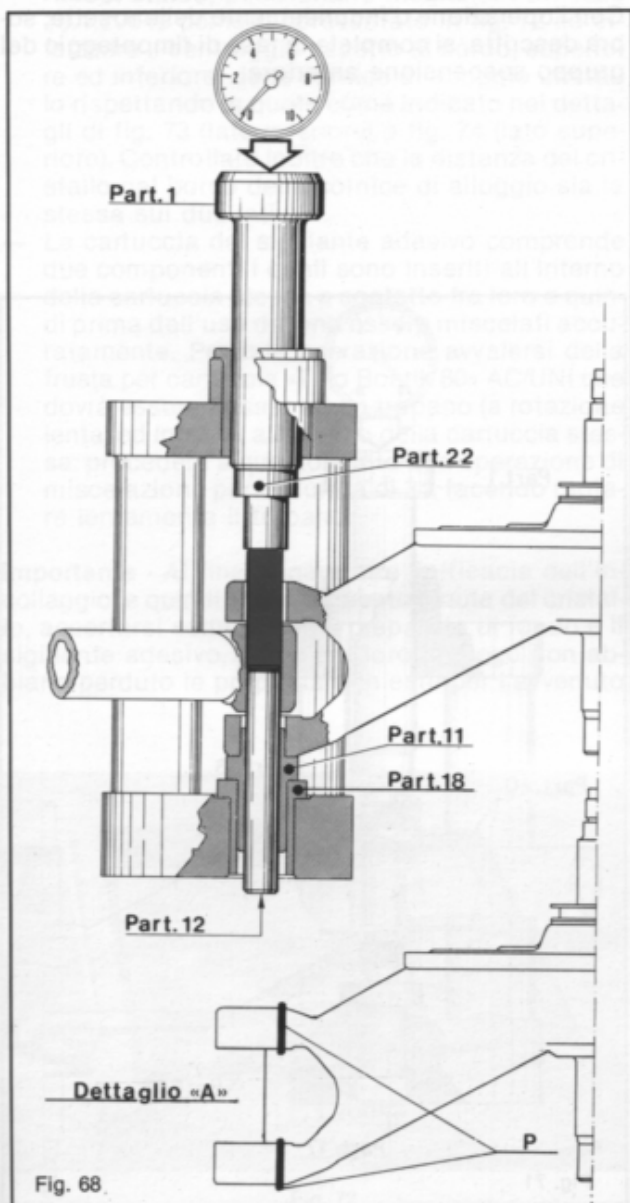

Fig. 69 - Montaggio anelli di tenuta.
- Completato il montaggio dello spinotto, togliere il gruppo dall'attrezzo e introdurre, con leggeri colpi di mazzuolo, i due distanziali part. 20 (ved. fig. 69).
**Avvertenza** - Il montaggio dei distanziali deve essere effettuato verificando di mantenere concentricità e distanziamento, rispetto allo spinotto, come illustrato in pianta nel dettaglio «B» di fig. 69, infatti un errato posizionamento degli stessi (incavo del part. 20 a contatto dello spinotto) non permetterebbe il passaggio degli anelli di tenuta nella fase di montaggio qui di seguito descritta:
- Ripetere l'operazione sopra descritta, operando sul lato opposto a quello rappresentato in fig. 69, per il montaggio dell'altro anello di tenuta.
- Applicare sul part. 1 il part 13 (ved. fig. 70), in luogo del preesistente part. 22 (ved. fig. 69).
Impiegare l'attrezzo munito dei part. 22 e 11, come già rappresentato in fig. 68 per il montaggio dello spinotto, e spingere, mediante l'azione della pressa **con un carico di circa 1,8 t.**, fino ad ottenere l'incuneamento delle rosette sul braccio oscillante. Togliere a questo punto i due distanziali (part. 20 fig. 69) e, dopo aver completamente riempito con grasso FIAT Z2 o IP autogrease LZ il vano compreso tra il tubo sterzo e braccio oscillante, spostare gli anelli parapolvere («P» fig. 68) fino a posizzarli nel suddetto vano.